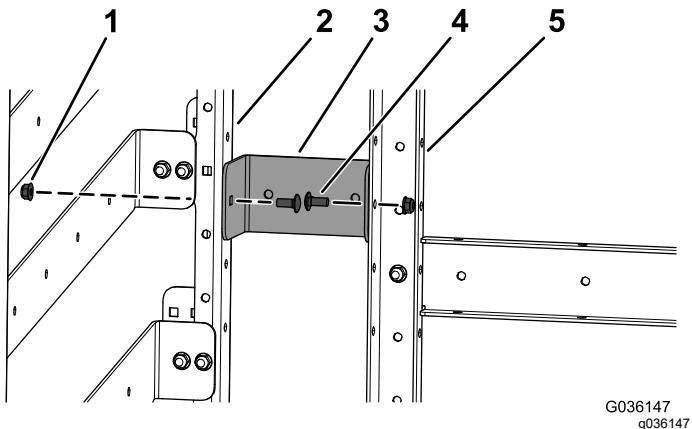
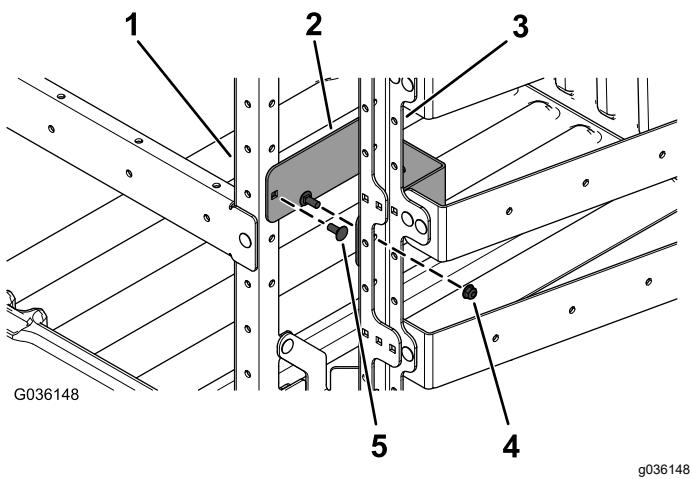

Figure 10
Figure 11
- Fixez le support d'extincteur **ou** le support de coupe-trou au support latéral vertical et au support vertical avant du cadre à l'aide de 2 boulons de carrosserie (5/16" x 3/4") et 4 écrous à embase (5/16"), comme montré à la Figure 10 ou la Figure 11.